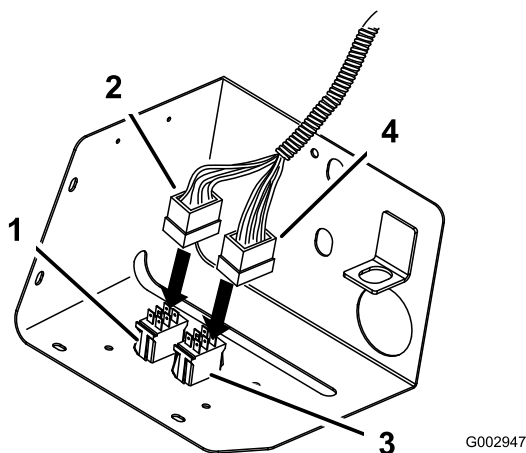

Figura 53
14. Ligue a ficha com cabos principalmente verdes e amarelos, ao interruptor de selector de pulverização (interruptor de tipo acção de cotovelo) (Figura 53).
15. Ligue a ficha com cabos multi coloridos ao interruptor de controlo da velocidade (interruptor instantâneo) (Figura 53).